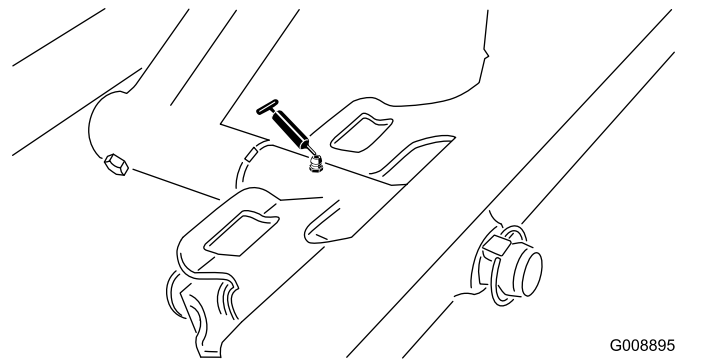

Bild 61
- Drehbüchsen am Frontmähwerk (Bild 61)